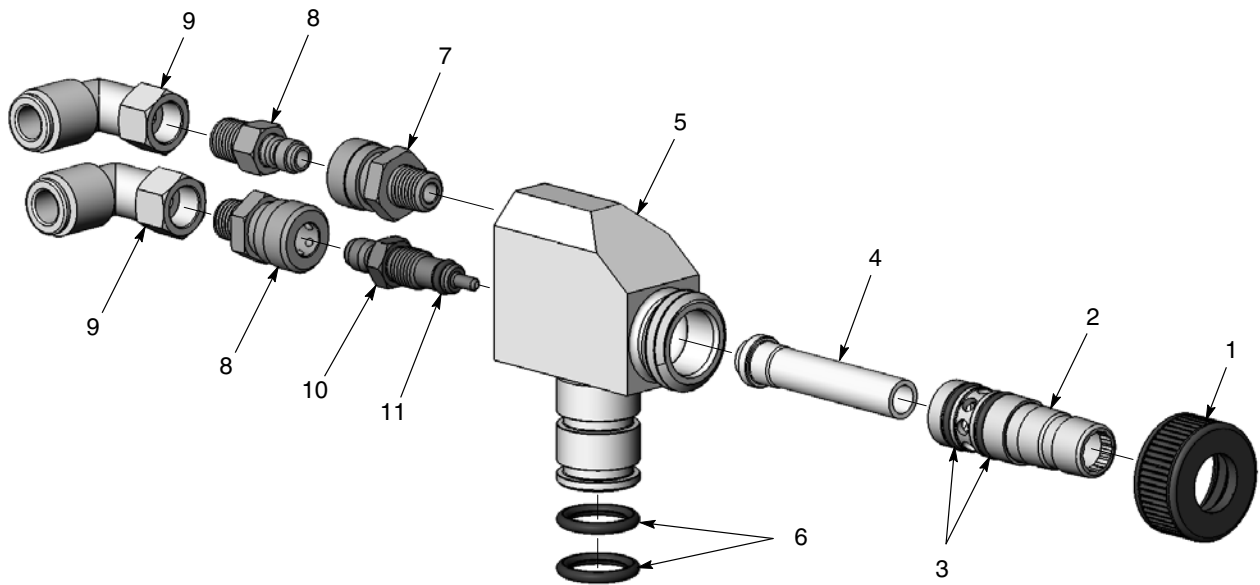

图 4 Corona 泵零件
2. 请参见图 4。拆卸泵并取下 O 型圈和空气联轴器。吹扫泵零件。
请参见图 4。